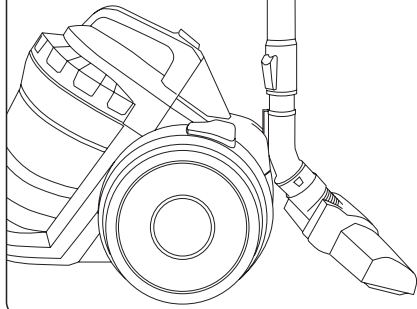

Fig.3
- Desacoplar el depósito polvo del aparato. (Fig.3).